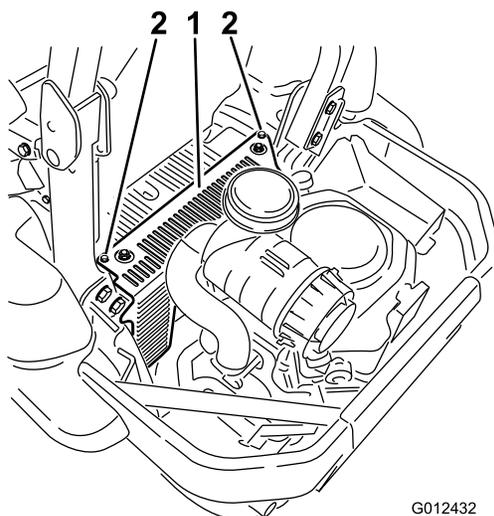

Figura 57
3. Rimuovete la copertura dell'unità idraulica e i relativi 2 bulloni (Figura 57). Questa operazione vi garantisce accesso alla candela anteriore.
5. Installate la copertura sinistra dell'unità idraulica (Figura 57).